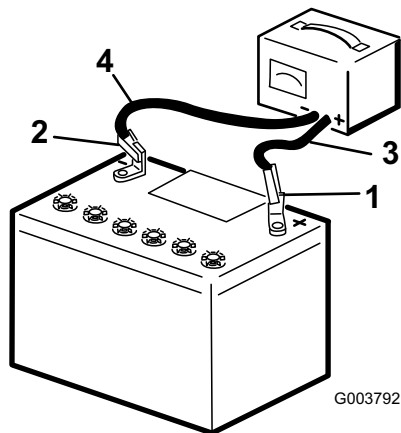

Bild 39
3. Laden Sie die Batterie 10 bis 15 Minuten lang mit 25 bis 30 A oder 30 Minuten lang mit 46 A (Bild 39). Überladen Sie die Batterie nicht.
- Ziehen Sie, wenn die Batterie voll geladen ist, den Stecker des Ladegeräts aus der Dose. Klemmen Sie dann die Klemmen des Ladegeräts von den Batteriepolen ab (Bild 39).